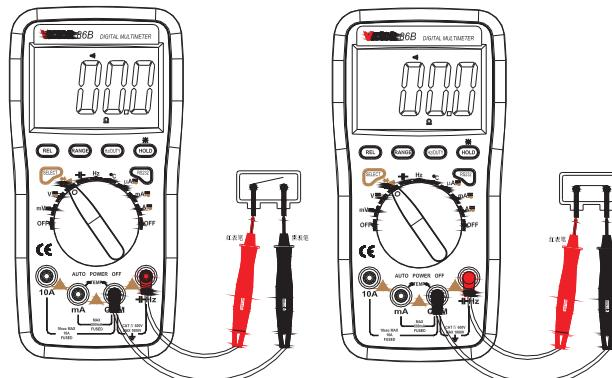

图1 蜂鸣器测量示意图
- C) 按 SELECT 键选择通断测量功能。如图1所示。